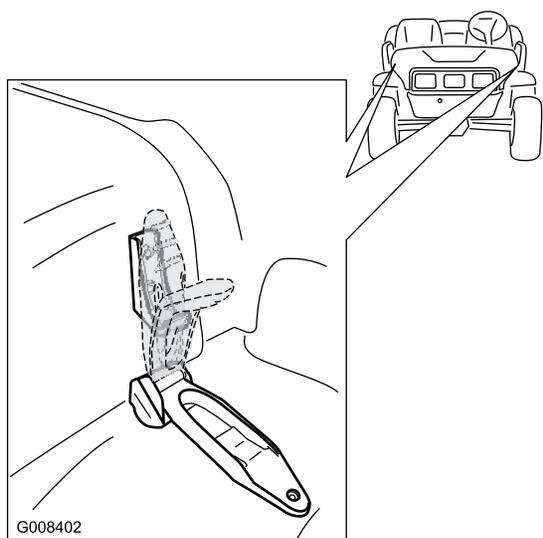

Figura 26
1. Sollevate la stegola dei fermi in gomma su ciascun lato del cofano (**Figura 26**).
2. Fissate il cofano allineando i fermi in gomma sugli ancoraggi dei fermi su ciascun lato del cofano (**Figura 26**).